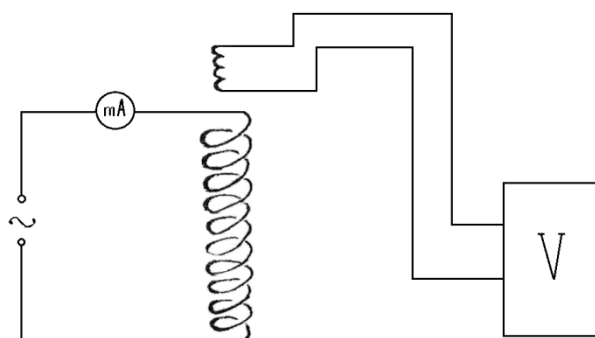

Рисунок 8.2
1. Соберите электрическую схему согласно рис.8.2.